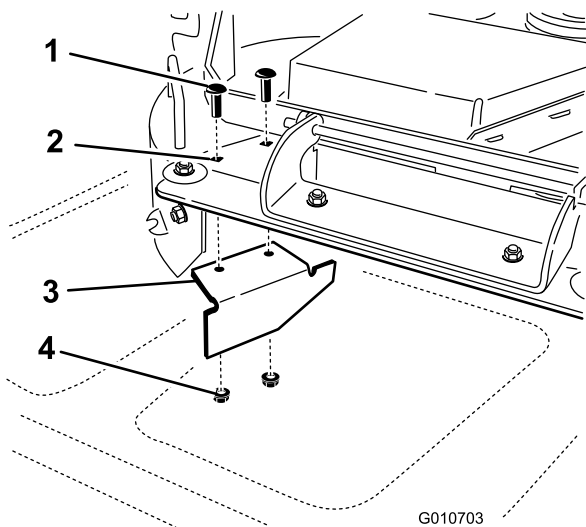

**Figura 34**
11. Rimuovete i due dadi di bloccaggio (5/16 pollice) fissati sui perni saldati del deflettore destro in posizione centrale e destra, sulla parte superiore del piatto di taglio (Figura 34). Staccate il deflettore destro dal piatto di taglio.